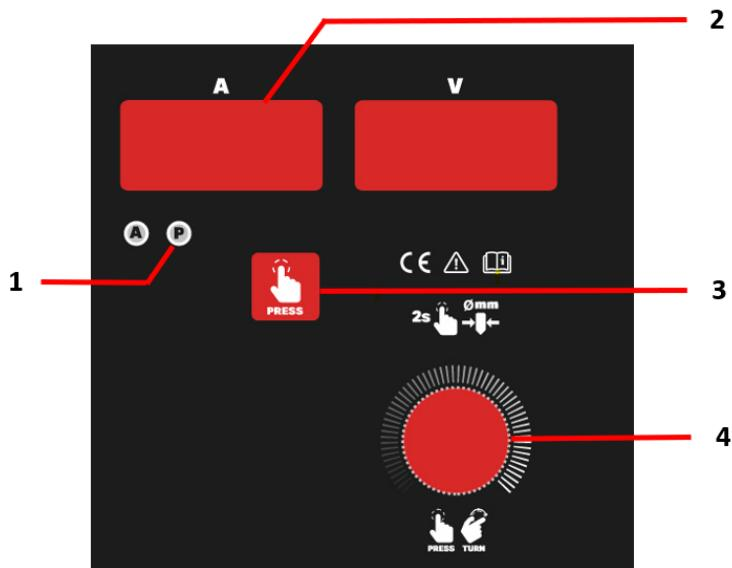

Fig. 11 – Mémoires de soudage
- ajuster les paramètres et appuyer sur la touche (Fig.11 - 3) jusqu'à ce que la LED P (Fig.11 - 1) s'allume. Appuez ensuite sur le bouton de sélection/réglage des paramètres (Fig.11 - 4) pendant 2 secondes jusqu'à ce que l'écran numérique affiche P1. Tourner ensuite le bouton de sélection/réglage des paramètres jusqu'au numéro de mémoire souhaité. Enfin, appuyez sur la touche de sélection/réglage des paramètres jusqu'à ce que l'affichage numérique indique MEM.
- Appuyer sur la touche (Fig.11 - 3) jusqu'à ce que la LED P (Fig.11 - 1) s'allume. Tournez ensuite le bouton de sélection/réglage des paramètres (Fig.11 - 4) jusqu'au numéro de mémoire souhaité. Attendez 2 secondes et votre mémoire est disponible.